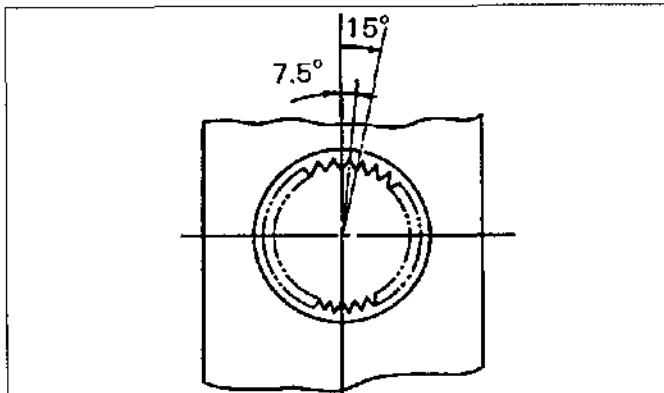

Figura.14-57 Parte aserrada de la palanca de ajuste
(Vea la figura.14-57)
- 1) Una parte aserrada de (15°) está presente en la palanca superior. (Vea la figura.14-57)